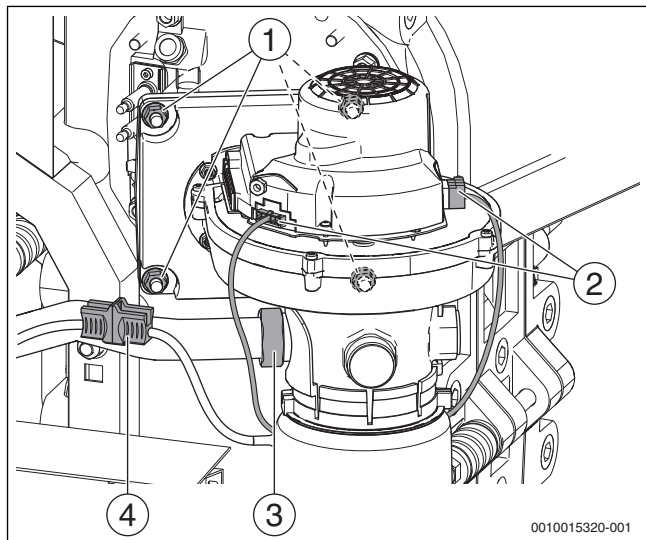
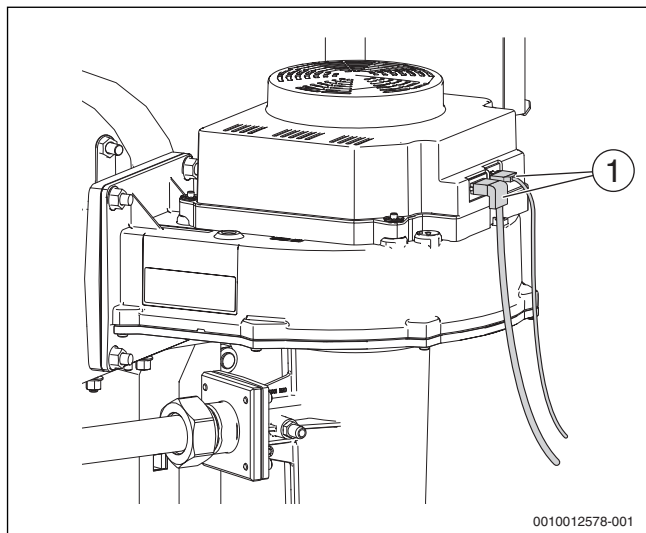

Рис. 58 Электрические подключения, демонтаж вентилятора (котлы 75-100 кВт)
Рис. 59 Электрические подключения вентилятора (котлы 150-300 кВт)
- ▶ Отсоедините электрические подключения на вентиляторе (→ рис. 58 и рис. 59).
- ▶ Разъедините штекерное соединение (→ рис. 58)
- ▶ Отверните накладную гайку на трубе Вентури (→ рис. 58, [3]).